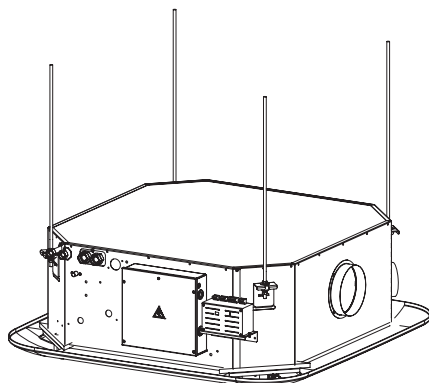

Fig. 6
- Soulever l'unité et accrocher les brides aux quatre ronds comme indiqué en Fig.6;